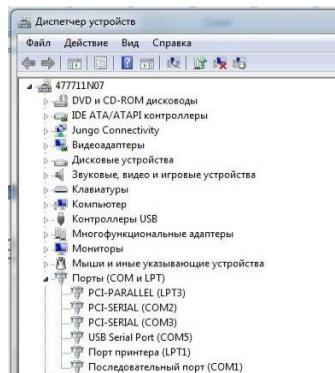

Рисунок 6
A.2.3 Проверить с помощью диспетчера устройств наличие установленного виртуального COM порта — USB Serial Port (см. рисунок Рисунок 6). При его отсутствии провести установку драйвера моста USB/UART из Интернет по адресу <http://www.ftdichip.com/Drivers/D2XX.htm> или на сайте telecom.irz.ru: